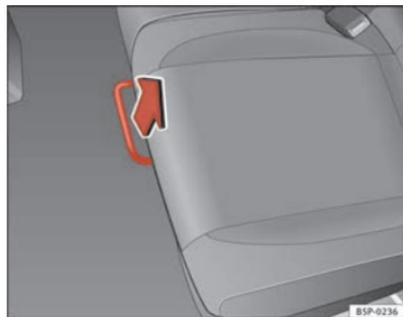

Fig. 97 Barre de déverrouillage de la banquette arrière
- En position assise, déverrouillez le levier dans le sens de la flèche ⇒ fig. 97.